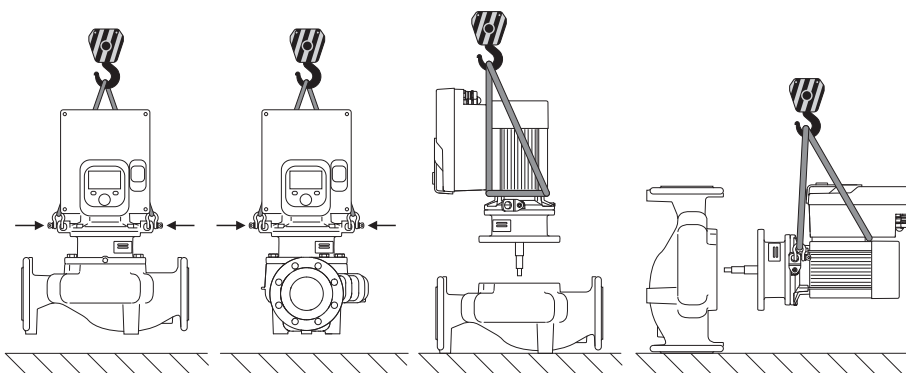

Fig. 6: Посока на повдигане на единична помпа
Транспортирането на помпата трябва да се извършва с разрешените товароухващащи приспособления (напр. полиспаст, кран и др.). Товароухващащите приспособления трябва да се закрепят към транспортните халки, които се намират на фланеца на мотора. Ако е необходимо, преместете подемните клупове под адаптерна платка (Fig. 6/7). Осигурете помпата срещу преобръщане.
2. С цел обезопасяване затегнете окомплектовката (Fig. 4) с подходящи подемни приспособления към транспортните халки. За да предотвратите преобръщане на устройството, поставете халка на ремъка, съгл. Fig. 6, около мотора и адаптера на електронния модул. При закрепването внимавайте да не повредите електронния модул.